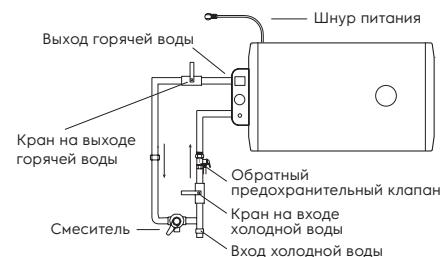

Рис. 5
1. Электрический водонагреватель следует устанавливать на твердую вертикальную поверхность (стену). Установка водонагревателей Pride существенно облегчается возможностью установить их как вертикально, так и горизонтально в любом месте вашего дома, в отапливаемом (!) помещении. Желательно установить водонагреватель как можно ближе к месту использования горячей воды, поскольку чем меньше длина труб, тем меньше потери тепла. Как показано на рис. 5, при горизонтальной установке водонагревателя трубы подводки должны быть расположены слева. При установке водонагревателя рядом со стеной, оставьте рекомендованное свободное пространство для технического обслуживания. Не устанавливайте водонагреватель на горизонтальной поверхности и вплотную к полу.